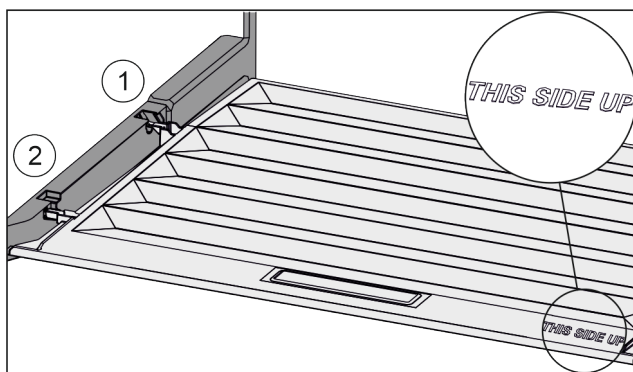

Fig. 98
- Výstupky veka zavedte cez otvor zadného držiaka Fig. 98 (1) a zaistite vpredu v držiaku Fig. 98 (2).